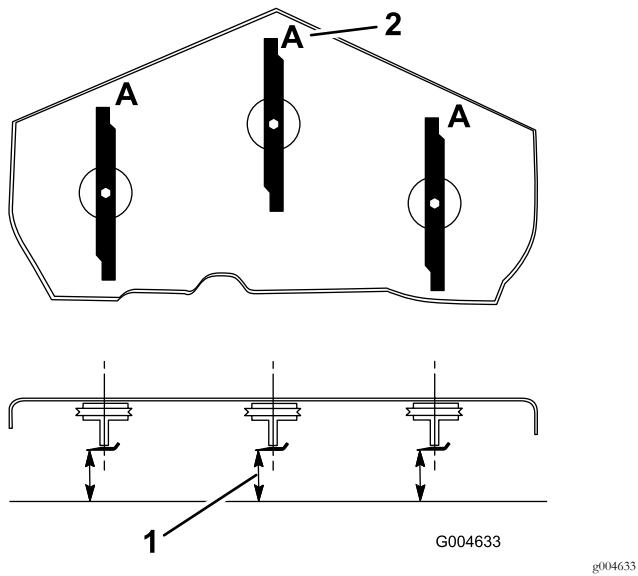

图20
- 旋转刀片直至刀片端部前后对照图20。测量从水平地面到刀刃的距离刀片的位置 A 图20。记录此尺寸。